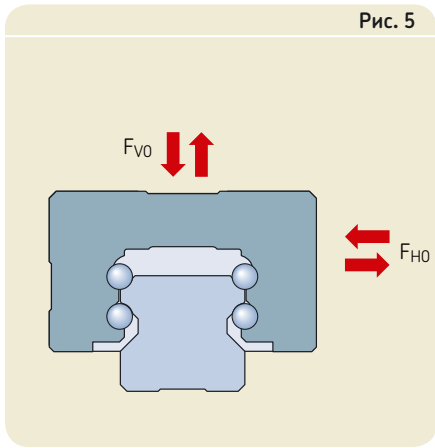

Рис. 5
Для внешних нагрузок, как вертикальных, так и горизонтальных, эквивалентная статическая нагрузка  $F_0$  может быть рассчитана по формуле (8) (→ рис. 5).